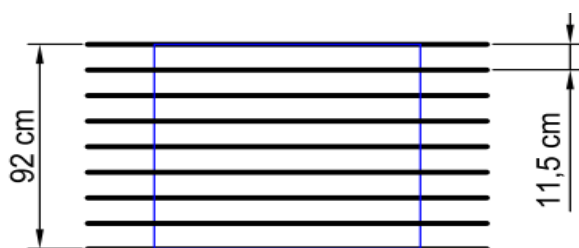

Figura 1. Esquinas y bordes
- En la zona de bordes y esquinas se colocarán un mínimo de 8 cordones por ancho de ChovATERM (92 cm) quedando una distancia máxima de 11,5 cm entre cordones. Ver figura 1.